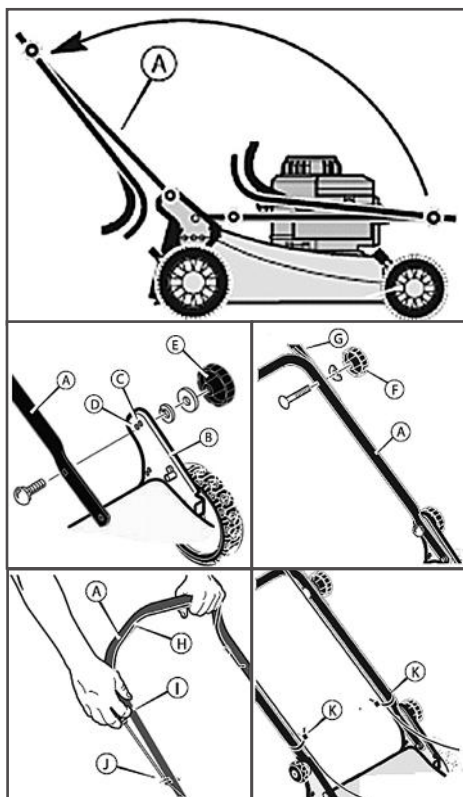

Рис. 3 Сборка газонокосилки
3. Установите нижнюю часть А рукоятки в рабочее положение (Рис. 3).
4. В скобе рукоятки (В) имеется два крепежных отверстия (Рис. 3). Используйте отверстие (С), для крепления рукоятки в верхнем положении. Используйте отверстие (D), для крепления рукоятки в нижнем положении.
5. Закрепите отверстие в любом из отверстий (С) или (D), в соответствии с рисунком. Закрутите зажимы (Е), до фиксации нижней части рукоятки.
6. Снимите зажимы (F) и крепежные элементы с нижней рукоятки (А). Установите верхнюю рукоятку (G) в рабочее положение. Затягивайте зажимы (F)